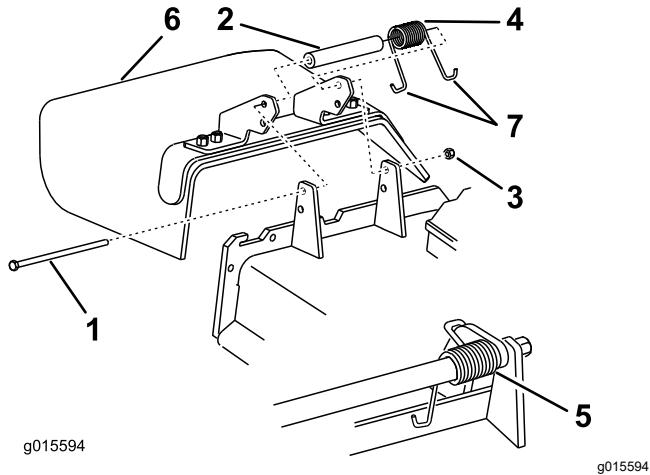

Bild 93
1. Entfernen Sie die Sicherungsmutter, Schraube, Feder und das Distanzstück, mit denen das Ablenkblech an den Drehhalterungen befestigt ist (Bild 93).
Hinweis: Achten Sie darauf, dass ein J-Hakenende der Feder hinter der Mähwerkskante befestigt ist, bevor Sie die Schraube einsetzen, wie in Bild 93 abgebildet.
6. Führen Sie das J-förmige Hakenende der Feder um das Ablenkblech (Bild 93).